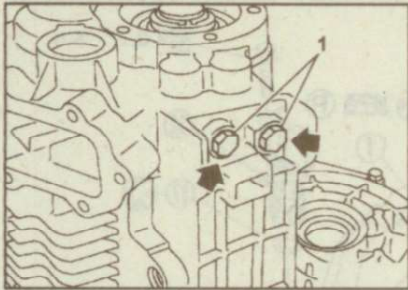

Рис. 9.38. Расположение пробок (1) на картере коробки передач
8. Выверните пробки и достаньте пружину и шарики из картера коробки передач (рис. 9.38).